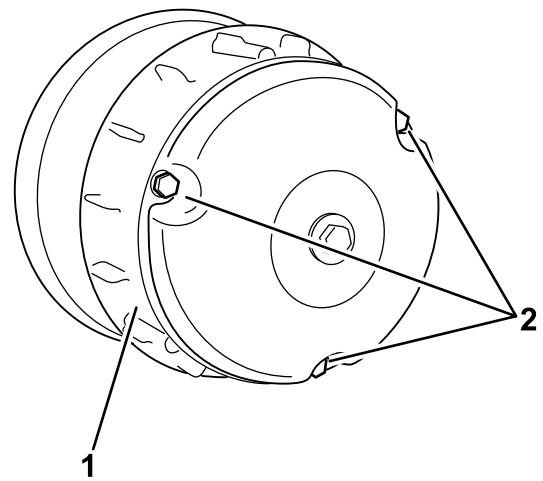

Figure 64
- Posez le couvercle d'embrayage et fixez-le avec les 3 boulons (Figure 64) que vous avez retirés à l'opération 2.
- Retirez les trois boulons qui fixent le couvercle de l'embrayage et déposez le couvercle (Figure 64).